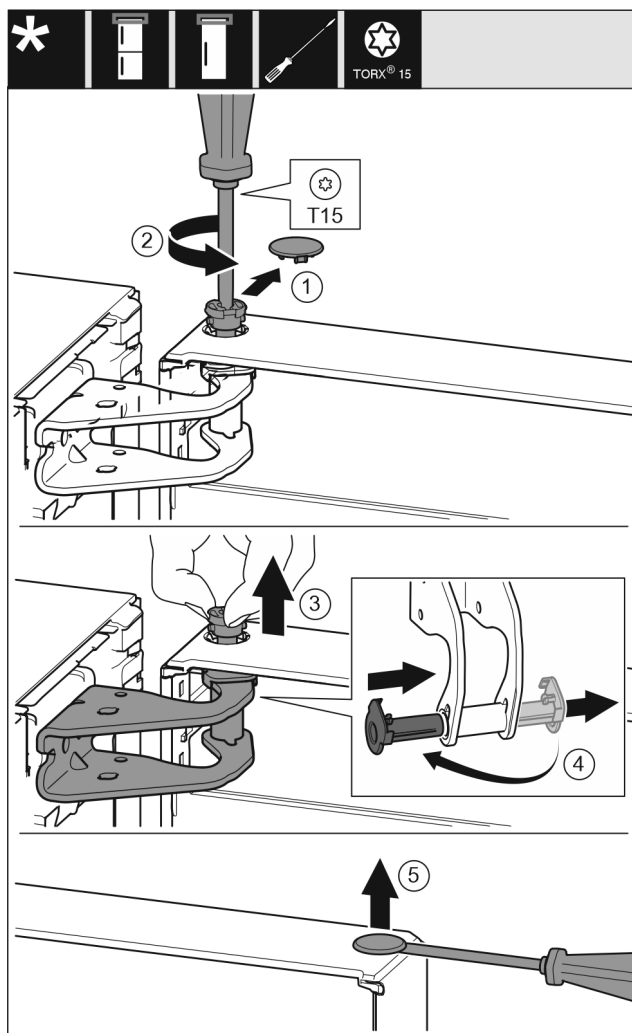

Fig. 9
- Ostrożnie zdjąć osłonę zabezpieczającą. Fig. 9 (1)
- Sworzeń wykręcić nieco przy pomocy śrubokręta T15. Fig. 9 (2)
- Przytrzymać drzwi i wyjąć sworzeń palcami. Fig. 9 (3)
- Tuleję łożyskową wyjąć z prowadnicy. Założyć z drugiej strony i zazębić. Fig. 9 (4)
- Zatyckę ostrożnie podważyć przy pomocy śrubokręta i wyjąć z tulei łożyskowej drzwi. Fig. 9 (5)